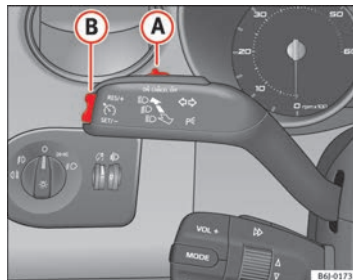

Abb. 112 Blinker- und Fernlichthebel: Schalter und Wippe für die Geschwindigkeitsregelanlage
- Schieben Sie den Schalter → Abb. 112 **A** nach links auf **ON**.